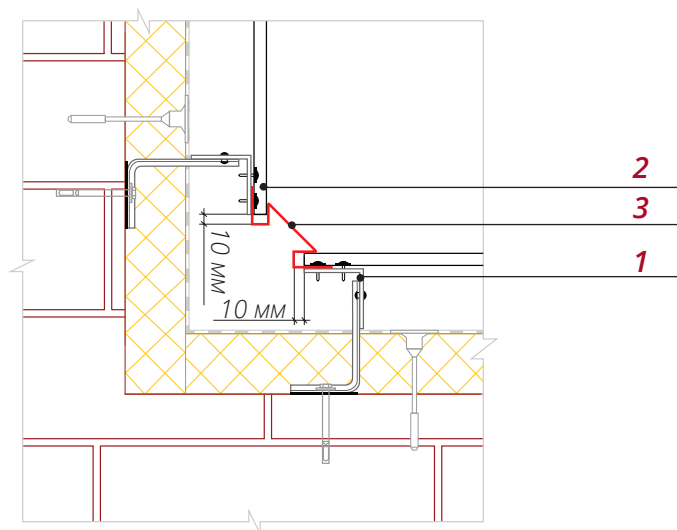

Рис. 9
■ На внутреннем угле фасада необходимо установить два крепежных кронштейна **1** и крепежные профили **2** так, чтобы можно было закрепить Планку угла внутреннего **3** и примыкающие к ней панели (рис. 9).